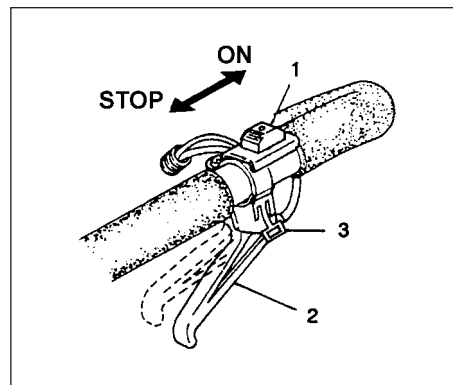

Fig. 2-2
1. Skjut stoppknappen (1) i ON-läge. (Fig. 2-2)
2. Om maskinen är utrustad med gasregleringslås, så dra åt avtryckaren för gasreglering (2) och håll gasregleringslåset intryckt (3). Släpp sedan sakta avtryckaren. Detta låse avtryckaren i läge får startgas. (Fig. 2-2)